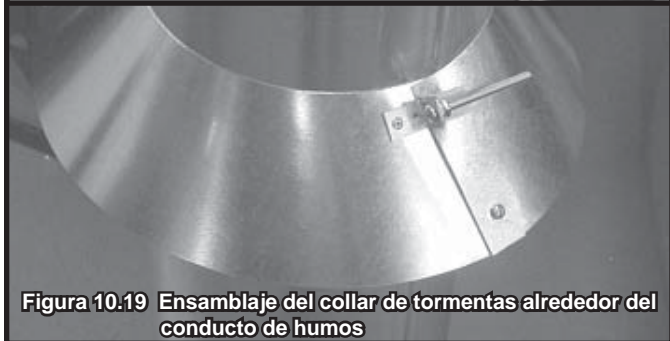

Figura 10.19 Ensamblaje del collar de tormentas alrededor del conducto de humos
- Una vez ensamblado, deslice el collarín para tormentas hacia abajo hasta que descansa encima del tapajuntas para techados (consulte la Figura 10.19).